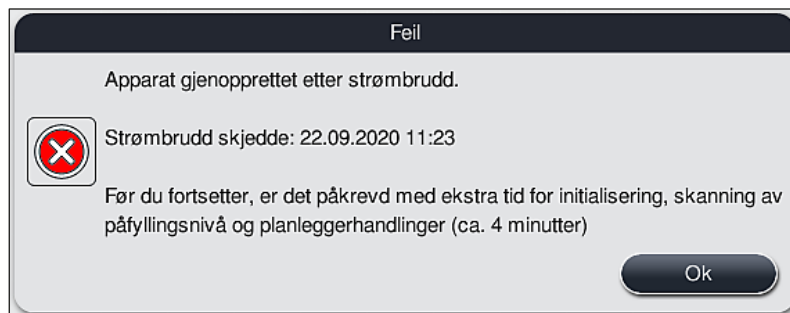

Fig. 108
- ① Den første informasjonsmeldingen etter at enheten starter igjen, varsler brukeren automatisk om tidspunktet for strømbruddet (→ "Fig. 108"). Bekreft meldingen med **OK**-knappen. Deretter vises flere instruksjoner om hvordan fargeprosessen skal fortsettes.